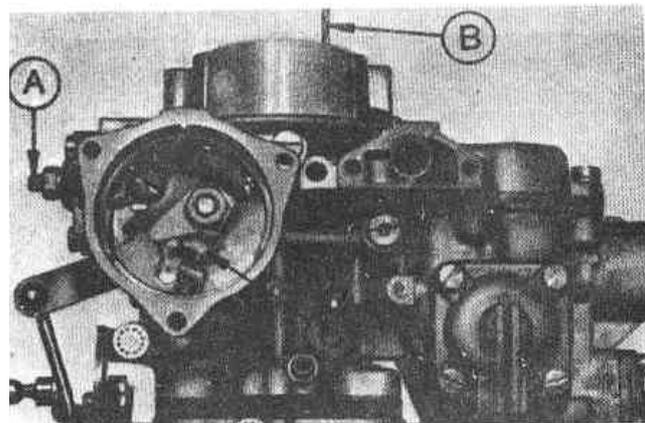

рис.3.94. Регулировка хода воздушной заслонки (Разд.36)
5. Прогреть двигатель до нормальной рабочей температуры, частично откройте дроссельные заслонки и, держа воздушные заслонки в полностью закрытом положении, отпустите тягу газа. Кулачок механизма привода воздушной заслонки должен находиться в верхнем положении (высокие обороты холостого хода, Рис.3.94).